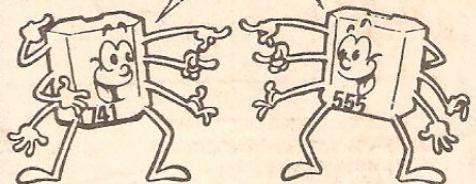

Fig.11
**FIG. 11 - O CIRCUITO - COMO FUNCIONA** - O circuito da MP-31 é razoavelmente complexo, embora o uso dos dois Integrados tenha simplificado bastante o hard ware (para isso os Integrados existem...). Só para "dar um susto", o mesmo circuito, elaborado apenas com componentes discretos, necessitaria de 12 a 15 transistores, uma "porrada" de resistores e capacitores de acoplamento, e uma "baita" placa de Impresso... Mas, vamos ac que interessa: a "blocagem" do circuito, para uma análise, "pedaço a pedaço", do seu funcionamento. O primeiro bloco (esquerda, no diagrama) é centrado no Integrado 555 (que estudaremos com detalhes nas próximas "Aulas" do ABC...), funcionando como oscilador, cuja Frequência (nominalmente em torno de 5 KHz) é dimensionada pelos resistores/trim-pot/capacitor a ele anexos... (ver fig. 1). Como a Potência de Saída do 555 é considerável (para um Integrado...), ele pode excitar diretamente o LED infra-vermelho TIL38, em pulsos de boa Corrente, o que se traduz numa emissão consistente de radiação, na referida Frequência, para formação do feixe/barreira... Na outra "ponta ótica" da tal barreira, o primeiro elemento é o foto-transistor, TIL78. Este funciona de modo muito semelhantes ao de um transistors bipolar convencional, só que a sua Corrente de excitação de base, no caso, é "substituída" pela própria incidência da radiação luminosa, externamente